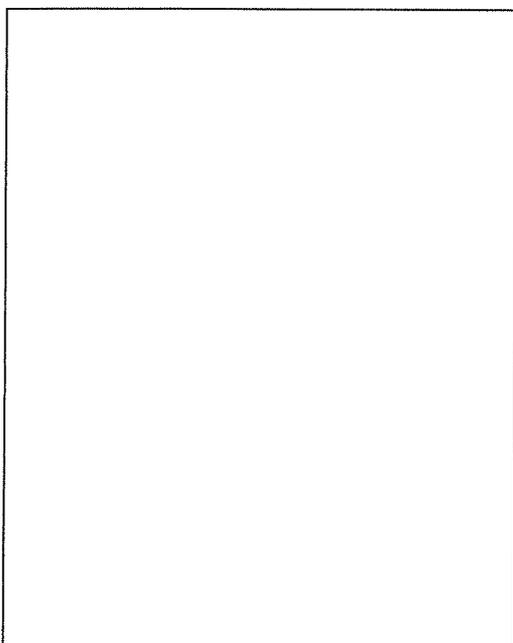

Рис. 37.
7. Установите две специальные "верхние балочные опоры" (п.1, Рис. 37) на второй стойке, используя винты НН М10х25, гайки и плоские шайбы.